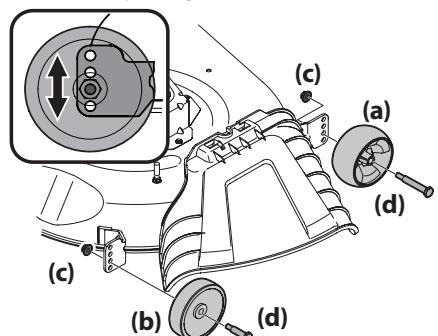

Figure 12
- Retirez les écrous autobloquants (c) et les boulons à épaulement (d) qui fixent la roue avant (a) et la roue arrière (b) au plateau de coupe, puis enlevez les roues. Voir Figure 12.